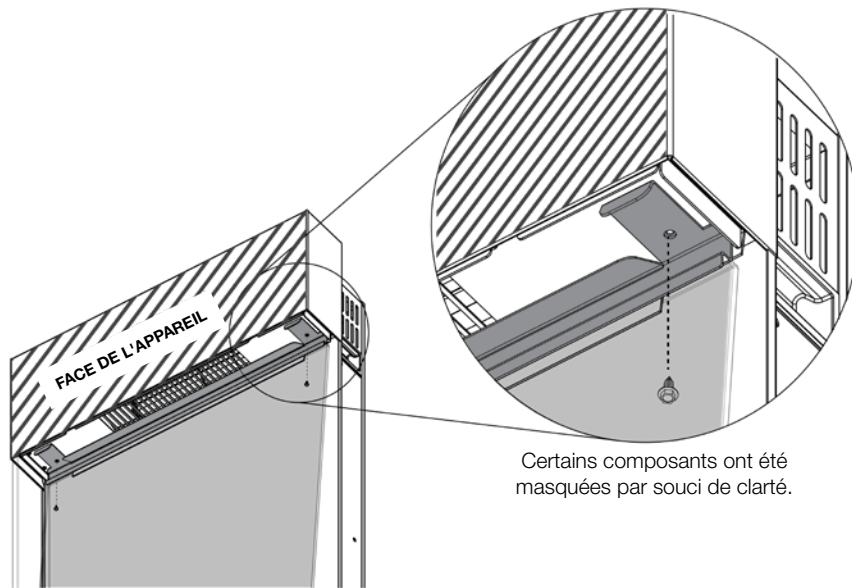

Fig. 1
1. Retirez le support de retenue en retirant les 2 vis (**Fig. 1 et 2**). Mettez de côté les vis; gardez le support de retenue proche pour l'étape 2.